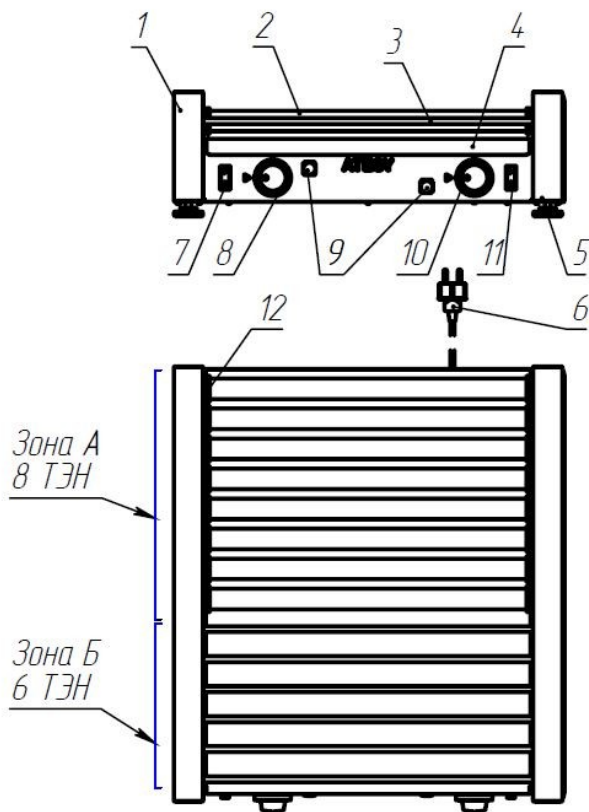

Рисунок 1
1.3.1.1 Общий вид изделий показан на рисунке 1. Грили с количеством ТЭН 9 и более имеют две независимые зоны нагрева А и Б. Такие грили могут быть комбинированными. В зоне Б могут быть установлены ролики или просто ТЭНы, на которые устанавливаются жарочную поверхность или котлетницу. Пример такого гриля на рис. 1.
1.3.2.1 Изделие, см. рисунок 1, представляет собой ряд вращающихся роликов 2, установленных в корпусе 1. Каждый ролик 2 нагревается ТЭНом 3 (трубчатым электронагревателем). На концах роликов расположены кольца 12 для стекания жира. Под роликами установлен поддон 4 для сбора жира. На фасадной части корпуса 1 расположены органы управления изделием: ручка 8 регулятора мощности зоны А, ручка 10 регулятора мощности зоны Б, включающие и регулирующие нагрев соответствующей секции ТЭН; выключатели 7 и 11, включающие вращение роликов; лампы 9, сигнализирующие о включении нагрева ТЭНов. На тыльной стороне корпуса 1 расположен сетевой кабель 6 для подключения изделия к электросети. На дне корпуса 1 закреплены ножки 5.